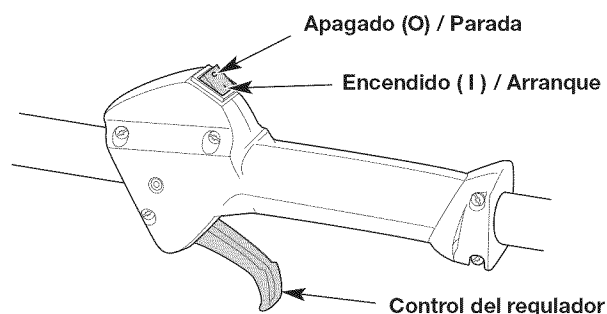

Fig. 6
**NOTA:** No hay necesidad de encender la unidad. El interruptor de Encendido/Apagado debe estar en la posición ENCENDIDO ( I ) en todo momento (Fig. 6).
5. Oprima el control del regulador y no lo suelte (Fig. 6). Tire de la cuerda con movimiento controlado y firme hasta que la unidad arranque (Fig. 8).
2. Oprima y no suelte el interruptor de control de Encendido y Apagado en la posición APAGADO ( O ) hasta que el motor se detenga por completo (Fig. 6).
**NOTA:** No hay necesidad de encender la unidad. El interruptor de Encendido/Apagado debe estar en la posición ENCENDIDO (I) en todo momento (Fig. 6).
6. Oprima el control del regulador y no lo suelte (Fig. 6). Eche a andar el accesorio Speed Start™ por intervalos no mayores de 2 segundos cada vez hasta que la unidad arranque.
2. Oprima y no suelte el interruptor de control de Encendido y Apagado en la posición APAGADO (O) hasta que el motor se detenga por completo (Fig. 6).